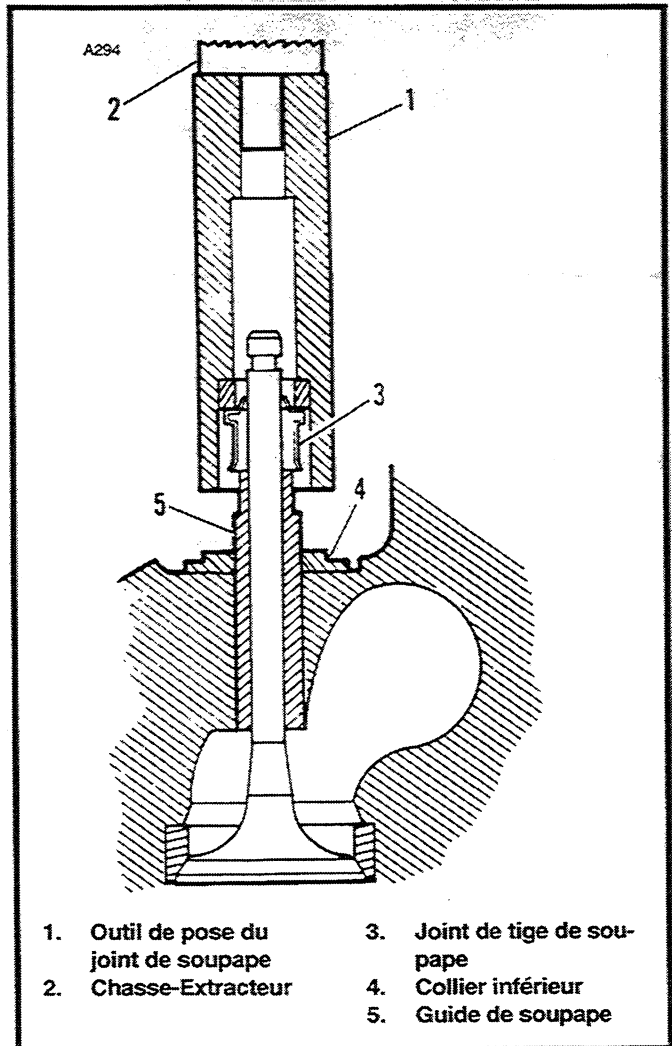

Figure 3-23. Installation du joint de soupape
5. Voir Figure 3-23. Introduisez la soupape dans le guide et montez le collier inférieur (4).
7. Voir Figure 3-23. Montez le joint sur le guide avec l'OUTIL DE POSE DE JOINT DE SOUPAPE (réf. HD-34643A) et le CHASSE-EXTRACTEUR (réf. HD-34740). Le joint est correctement installé quand l'outil touche le collier inférieur (4).